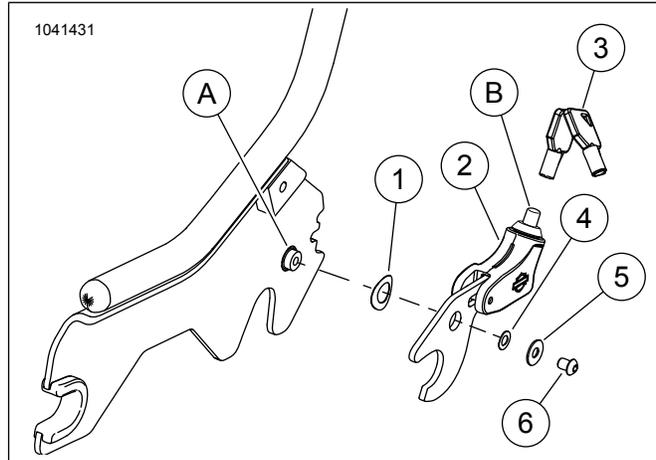

Figura 2. Peças de reposição, Kits de dobradiças de travamento removíveis
Veja Figura 2 e Tabela 1.
1. Veja Figura 2. Remova a dobradiça direita do acessório removível.
- a. Remova o parafuso (6).
- a. Coloque as **novas** arruelas de pressão (1) e o conjunto da dobradiça (2) no prisioneiro articulado (A).
- b. **Estrutura removível pintada:** Coloque a **nova** arruela pequena (4) na extremidade do prisioneiro articulado.
*A estrutura removível cromada não precisa de uma arruela pequena (4).*
- c. Instale a **nova** arruela lisa (5) e o **novo** parafuso (6).